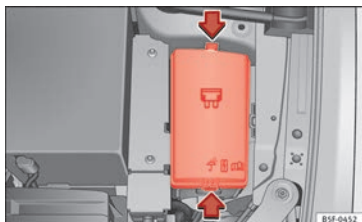

Bild 101 I motorrummet: lock till säkringsdosan
- Tryck på låsflikarna för att lossa säkringsdosans lock » **bild 101.**